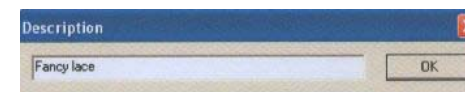

Рис. 96
- Появится диалоговое окно – **Description** описание (рис. 96).